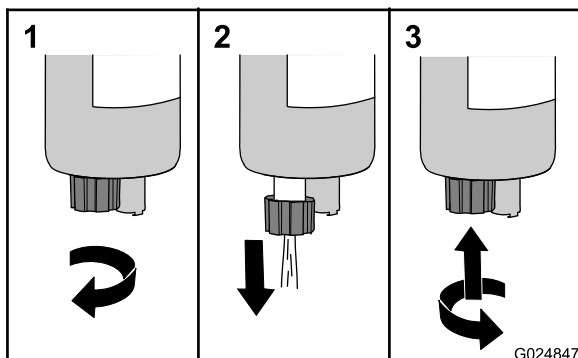

Рисунок 21
3. Поверните сливной клапан против часовой стрелки приблизительно на 3,5 оборота, пока клапан не выдвинется из водоотделителя (Рисунок 21).
4. Сливайте воду и осадки из водоотделителя, пока из крана не начнет выходить чистое топливо (Рисунок 21).
5. Поднимите кран вверх и поверните его по часовой стрелке до плотной затяжки от руки (Рисунок 21).